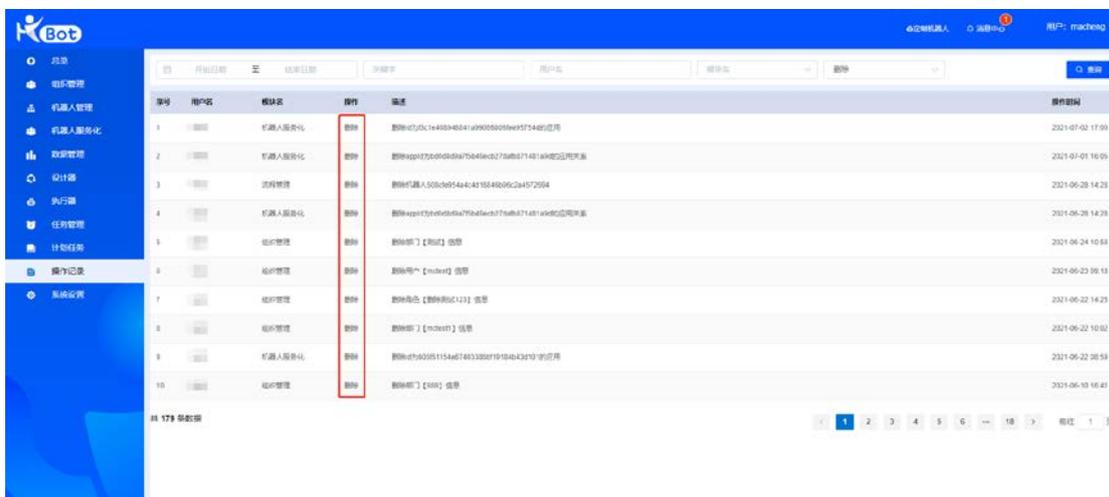

图 67
- 敏感操作记录：用户在 Commander 管理平台的新增、编辑、删除操作。如图 67。